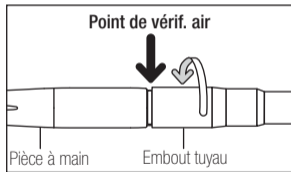
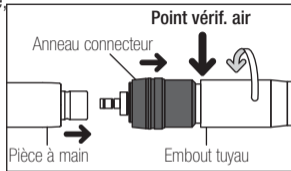

Fig. 1
Fig. 2
- 2) Serrez l'embout du tuyau. (Fig.1)
Faites glisser l'anneau du connecteur vers l'arrière, comme l'illustre la fig.2.
Réglez la pression d'air au « point de vérification de l'air » sur les fig. 1 et fig. 2. Les valeurs de paramétrage se trouvent dans le tableau de spécification. Ne dépassez pas la pression d'air recommandée au moyen d'une multi jauge.